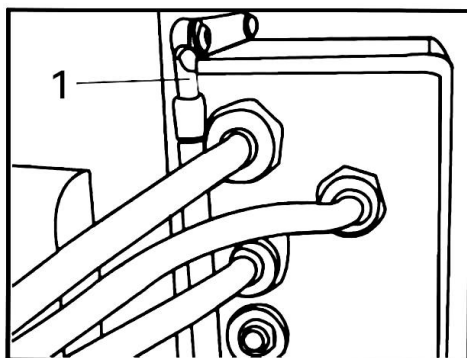

图 9
a. 将产品开关盒组件上的转销 1 取出（如图 9 中所示）， 将开关盒上的转角孔与产品左后方的转销孔对齐， 后再将转销从上而下将开关盒栓到产品上。